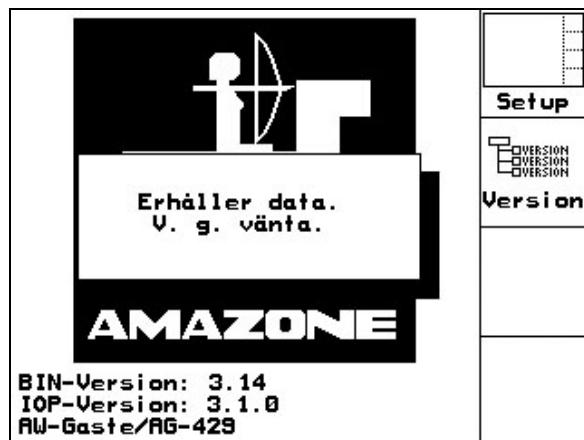

Fig. 13
**Om AMATRON + läser in data från redskapsdatorn, visas vidstående startbild (Fig. 13).**